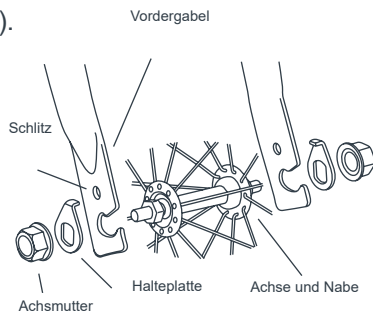

Abb. 3
- 3) • Schieben Sie die Halteplatte auf das Vorderrad. Stellen Sie sicher, dass die erhöhte Lippe zur Gabel zeigt, und führen Sie sie in den Schlitz an der Gabel ein. Die Lasche an der Halteplatte muss mit dem Schlitz ausgerichtet sein, bevor das Rad festgezogen wird (Abb. 3).